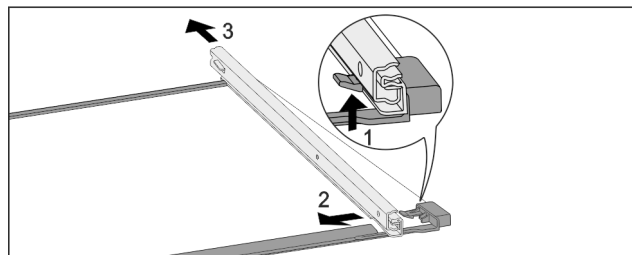

Fig. 105 Glasplatte mit Schienen
- Vorderen Rasthaken nach oben drücken. Fig. 105 (1)
- Auszugsschiene zur Seite Fig. 105 (2) und nach hinten Fig. 105 (3) wegschieben.